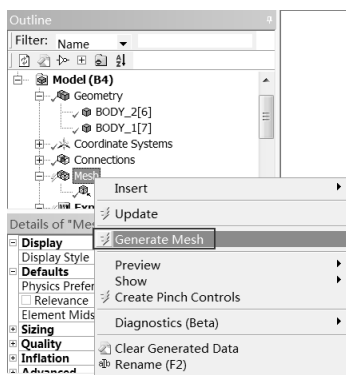
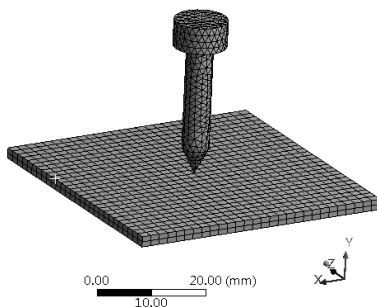

图 11-19 划分网格
图 11-20 网格效果
Step4 在 Outline(分析树)中的 Mesh 选项上右击，在弹出的快捷菜单中选择 Generate Mesh 命令(图 11-19)，此时会弹出进度显示条，表示网格正在划分，当网格划分完成后，进度条自动消失。最终的网格效果如图 11-20 所示。